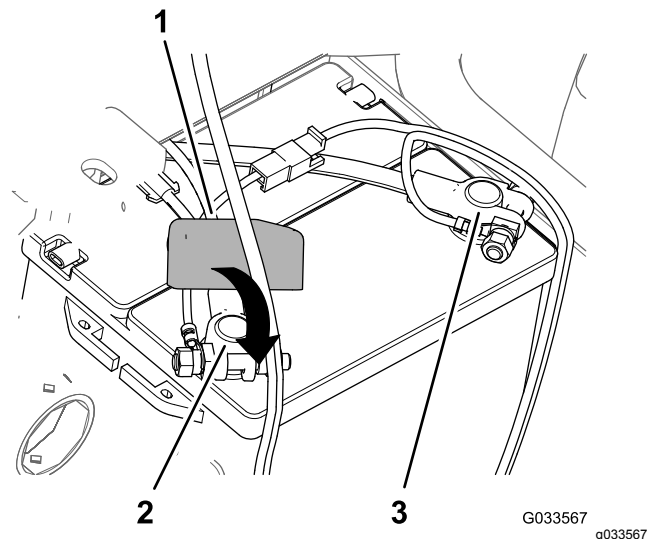

Figura 32
8. Conecte el cable positivo de la batería al borne **positivo** de la batería y apriete la tuerca de la abrazadera a mano (Figura 32).